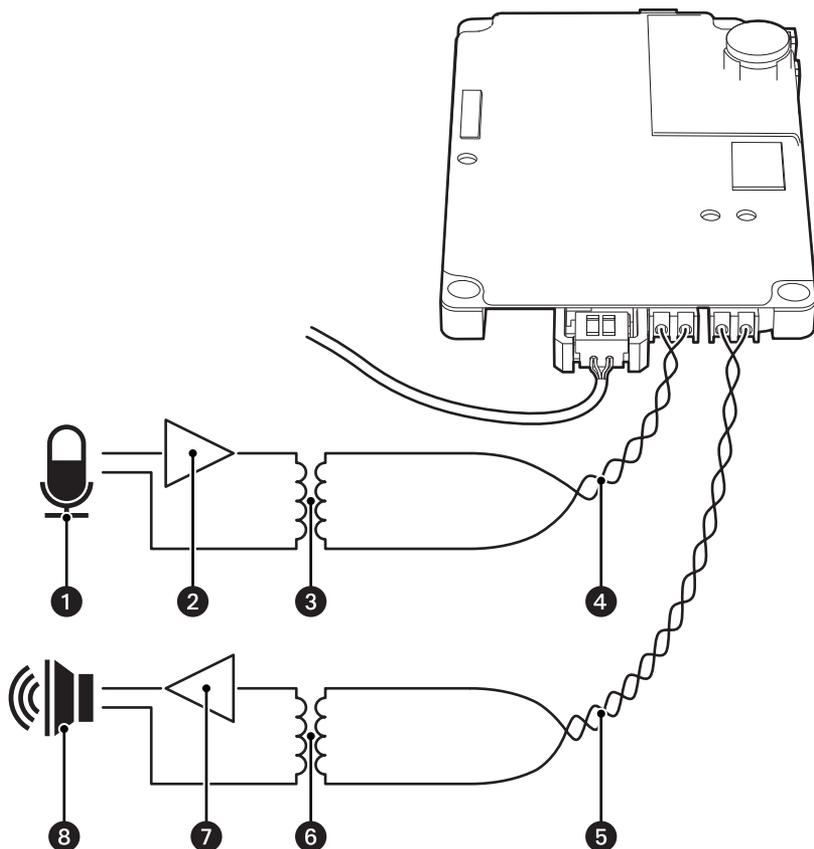

Figura 10. Cómo conectar el audio al TXB-N
- Para aprovechar al máximo los beneficios de inmunidad al ruido y la distancia del audio, deberá utilizarse un transformador adaptador de impedancia de 600 ohmios y cable de par trenzado (consulte la Figura 10).